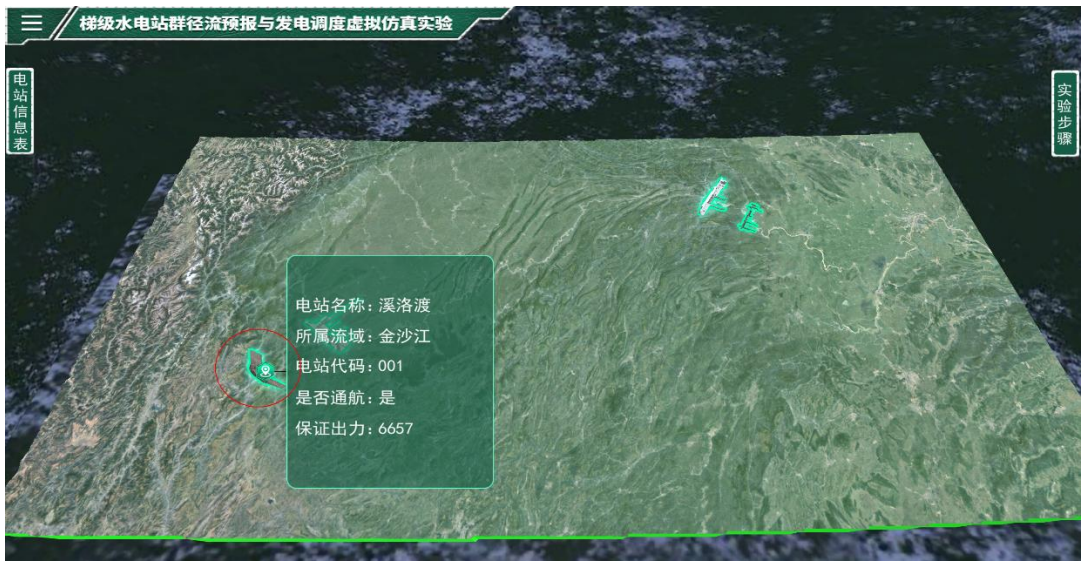
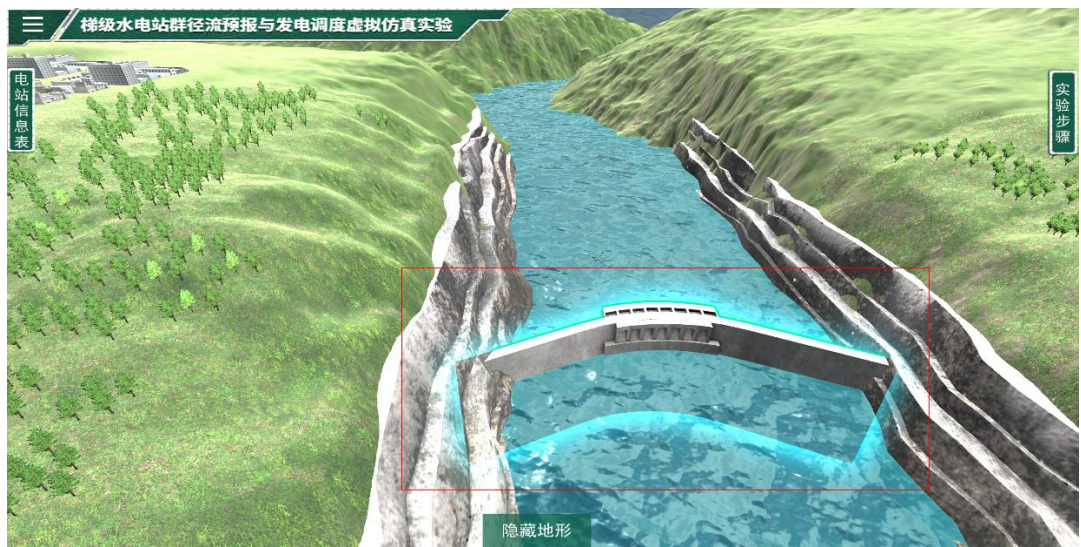
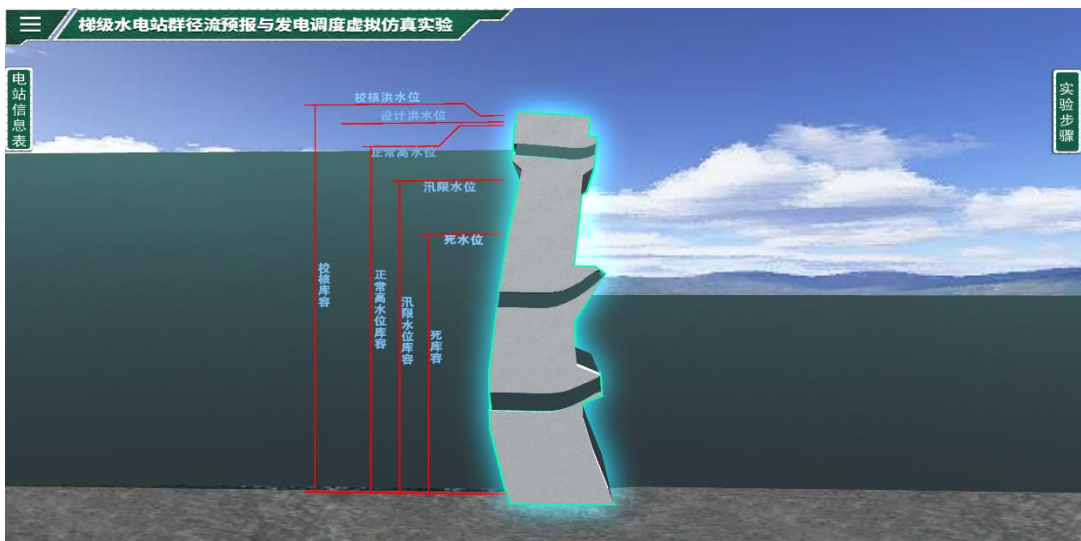

图 4-4 电站流域分布图界面
图 4-5 大坝平面布置界面
图 4-6 大坝横剖面界面
**步骤 3:** 打开电站信息设置模块，左键双击流域图中电站（如图 4-4），会弹出该电站的平面枢纽布置图（如图 4-5），点击键盘上 A 或 W 或 S 或 D 键，可实现从不同角度观察大坝；单击大坝或厂房荧光区域即可打开大坝横剖面图（如图 4-6）。